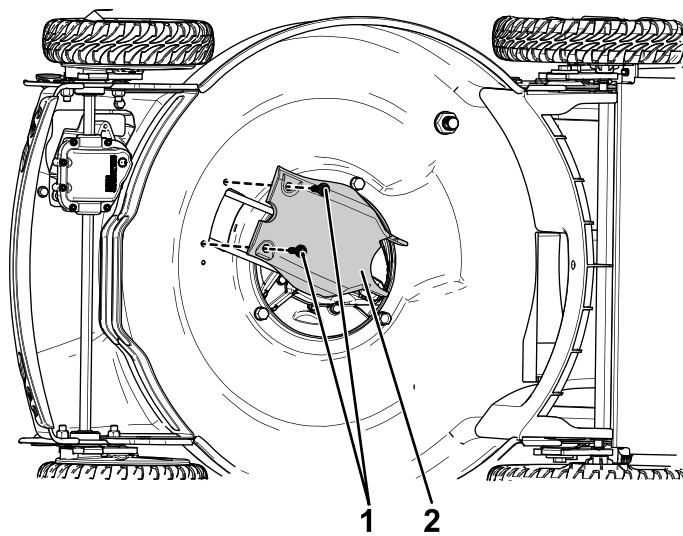

**Figura 7**
3. Montate la trasmissione della lama e disponete la cinghia attorno ad essa, come illustrato nella Figura 7.